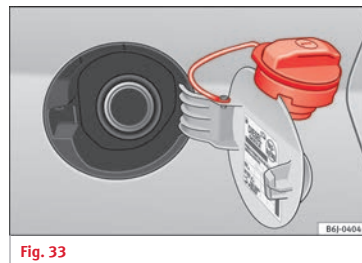

Fig. 33
- Sujételo en la parte superior de la tapa del depósito » **fig. 33.**